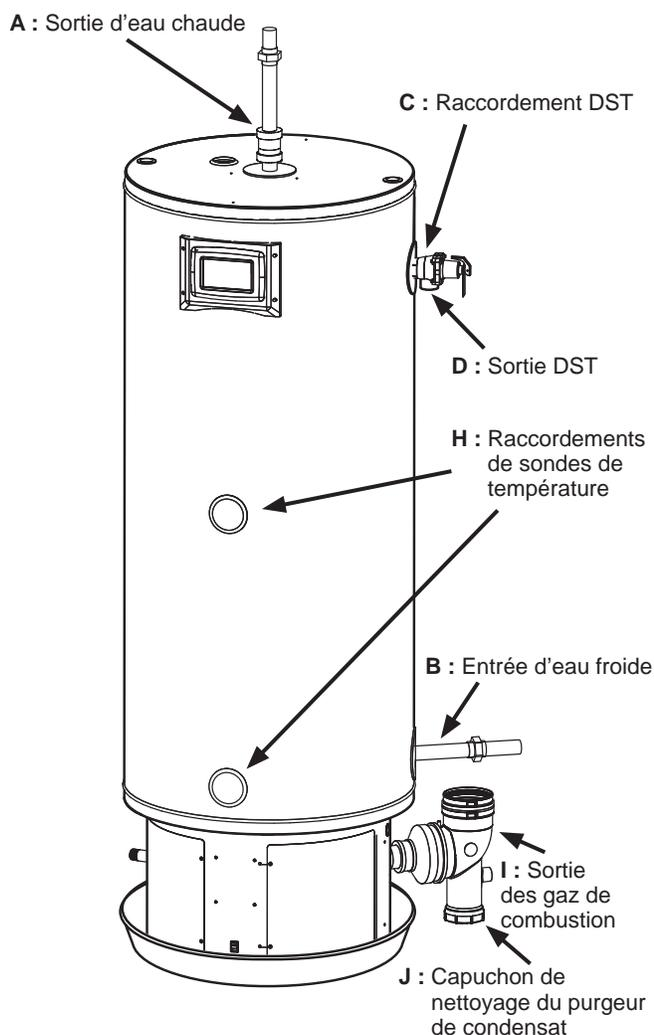

Figure 46
- E. L'eau s'écoulant d'un robinet de vidange peut indiquer que le robinet est légèrement ouvert. (Non représenté à la Figure 46).
- F. *Le robinet de vidange peut présenter une fuite au niveau du raccord de la cuve. (Non représenté à la Figure 46).
- G. Fuite du bouchon de recirculation ou du raccordement de tuyau. (Non représenté à la Figure 46).